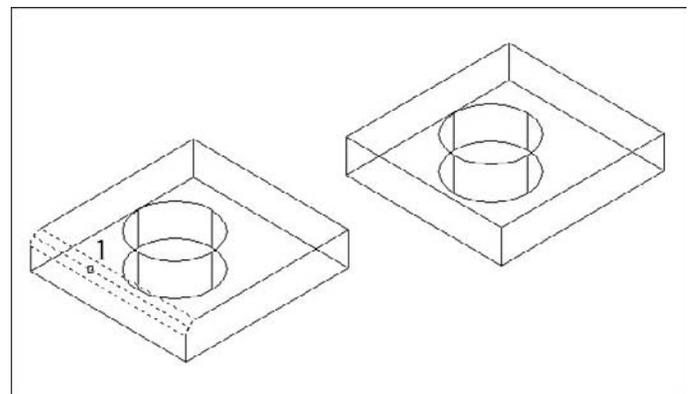

Fig.20.13
**Pour supprimer une face sur un solide, la procédure est la suivante (fig.20.13) :**